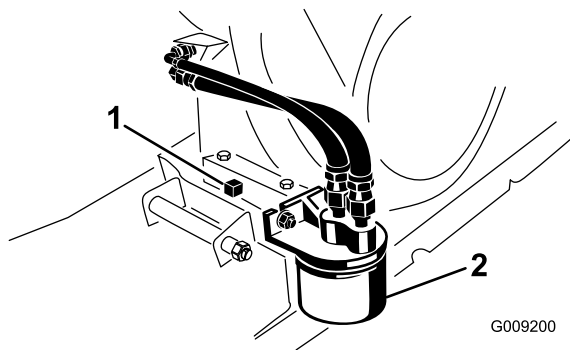

Рисунок 29
5. Снимите сливную пробку (Рисунок 29) и дайте маслу стечь в сливной поддон. Когда масло перестанет течь, установите сливную пробку на место.
2. Снимите имеющийся масляный фильтр (Рисунок 29).